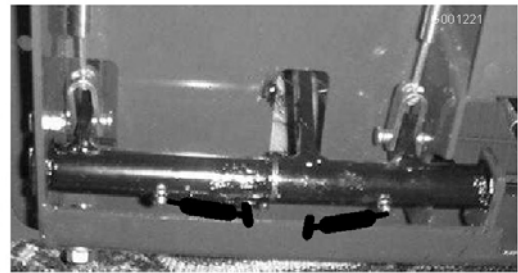

Figure 38
- Câbles de freins (côtés pédales de frein et roues motrices) (Figure 38)
- Bagues de pivots de frein (Figure 38)